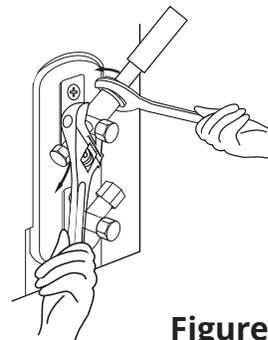

Figure 6.7
- Tout en serrant fermement l'écrou sur le tube de l'unité avec la clé, utilisez une clé dynamométrique CVC pour serrer l'écrou évasé (**figure 6.7** ci-dessous). Continuez à serrer l'écrou évasé avec la clé dynamométrique jusqu'à ce que le couple de serrage spécifié indiqué dans le tableau de gauche soit atteint.